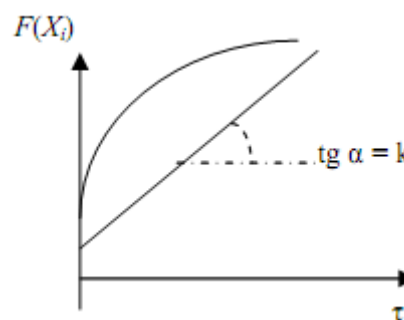

Рис.2. Проверка кинетического уравнения интегральным методом
3. Строят график в координатах $F(X_i) - \tau$ (рис. 2). Если он является прямой линией, то принятое уравнение согласуется с экспериментальными данными.